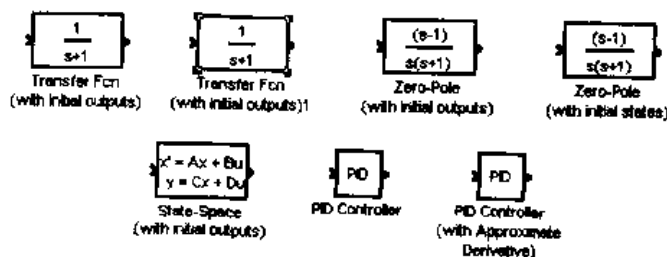

图 5.4 扩展线型库中的模块
(2) 扩展线性库包含的模块如图 5.4 所示。包括两个传递函数模块 (具有初始状态、初始输出各一), 两个零极点模块 (具有初始状态、初始输出各一), 一个状态空间模块 (具有初始输出), 两个 PID 控制器模块 (其中一个具有近似导数)。